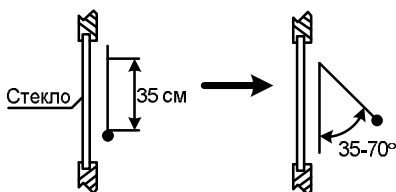

Рис. 5 Проверка работоспособности АК канала
- испытательный стальной шар диаметром 21...22 мм и массой 32...48 г., подвешенный на нити длиной 35 см, разместить непосредственно у стекла, не касаясь его (рис. 5);